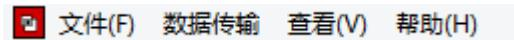

图 6-5
- **菜单栏：**由 4 个下拉菜单项组成，如图 6-5 所示。单击每个菜单项都会出现一个下拉菜单，各对应一组功能。这 4 个菜单项的子菜单项包含了本软件的全部功能。当某些菜单项呈置灰状态时表示当前状态下此功能无效。